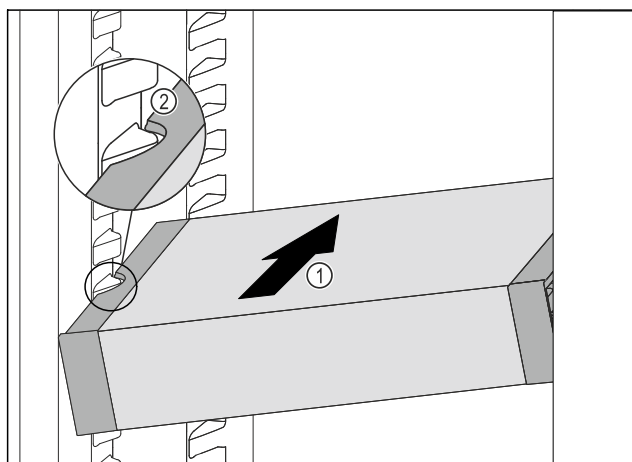

Fig. 89
- VarioSafe schräg in das Kühlteil einschieben Fig. 89 (1), bis sich die seitlichen Aussparungen Fig. 89 (2) des VarioSafes auf Höhe der Behälterrippe im Kühlteil befinden.